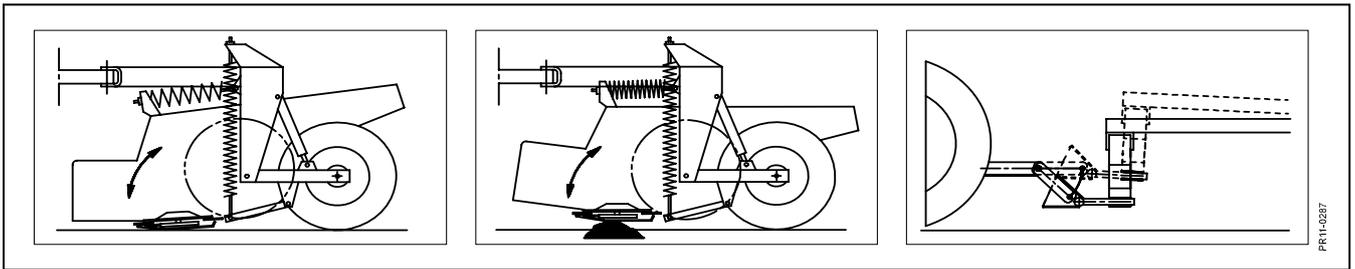

Fig. 3-1
**Fig. 3-1** Die Maschine ist mit dem Top Safe Sicherheitssystem versehen. Der Maschinenrahmen (Aufbereiterrahmen) mit Mähbalken ist pendelnd aufgehängt in zwei kräftigen Federn für senkrechte Bewegung und zwei waagerechten Federn, die bei Zusammenstößen mit Steinen u.ä. eine leichte drehbare Bewegung des Mähbalkens sichert. Gleichzeitig ist die Zugdeichsel so konstruiert, daß sie bei erhöhtem Widerstand verlängert wird und die Maschine anhebt. Dadurch werden die Stoßkräfte markant reduziert.